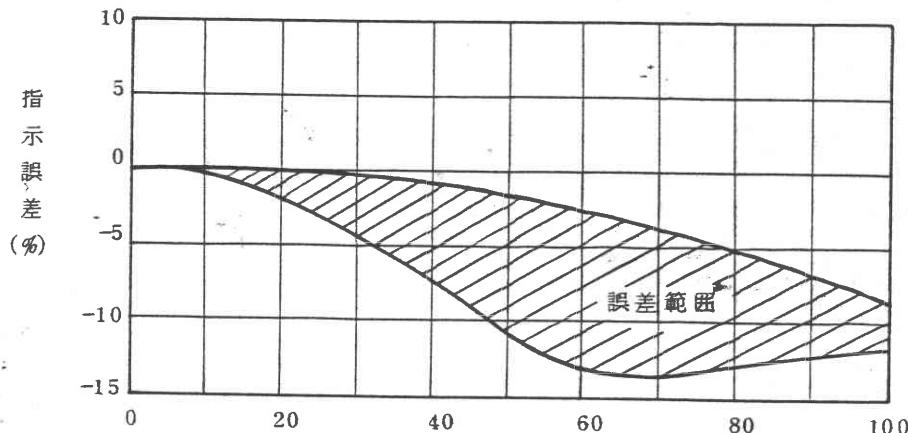
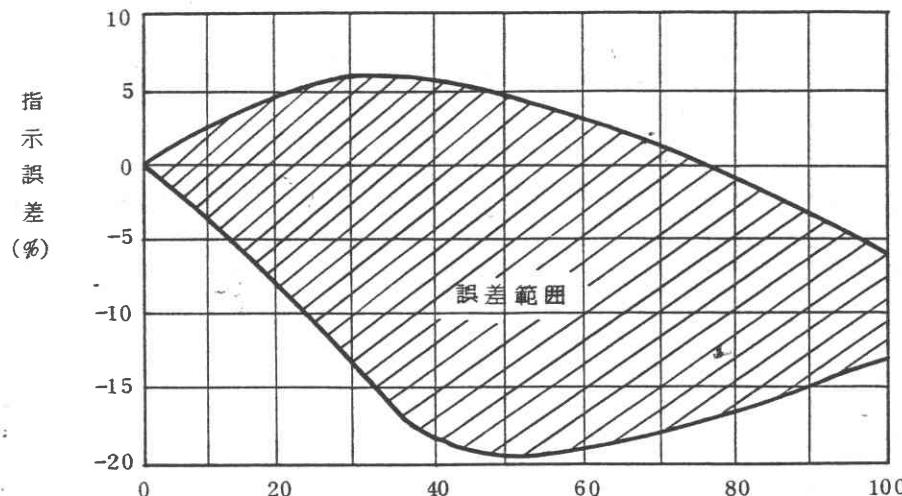

図 1
図 2-
卷末にパネル面の説明図(付図1)が入っていますから、それを見ながら次の説明をお読みください。
電源を入れない状態でメータの指針が零を指示していないときは、メータの零位調整をドライバーで調整して指針を正しく合せてください。(付図1 ②参照)
本器は平均値指示形で、メータ目盛は純正弦波電圧を印加したときの指示値を実効値で目盛っています。入力電圧に高調波を含む場合、図1、図2のような指示誤差を生じます。